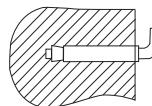
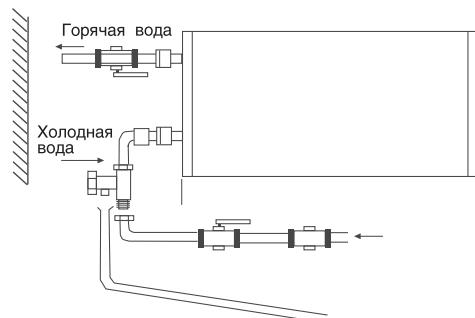

Рис. 3
Рис. 6
Электрический водонагреватель следует устанавливать на твердую вертикальную поверхность (стену). Установка водонагревателей существенно облегчается возможностью установить их как вертикально, так и горизонтально в любом месте вашего дома, в отапливаемом (I) помещении. Желательно установить водонагреватель как можно ближе к месту использования горячей воды, поскольку чем меньше длина труб, тем меньше потери тепла. Как показано на рис. 6, при горизонтальной установке водонагревателя трубы подводки должны быть расположены слева. При установке водонагревателя рядом со стеной, оставьте рекомендованное свободное пространство для технического обслуживания. Не устанавливайте водонагреватель на горизонтальной поверхности и вплотную к полу. После выбора места монтажа определите места под два крепежных болта с крюками (в зависимости от спецификаций выбранного изделия). Проделайте в стене два отверстия необходимой глубины, соответствующие размеру крепежных болтов, вставьте винты, поверните крюк вверх, плотно затяните гайки, а затем установите на него электрический водонагреватель (см. рис. 3). Если ванная комната слишком мала для установки водонагревателя, он может быть установлен в любом другом помещении, защищенном от попадания прямых солнечных лучей и дождя. Однако для сокращения тепловых потерь в трубопроводе водонагреватель следует устанавливать как можно ближе к месту использования воды.